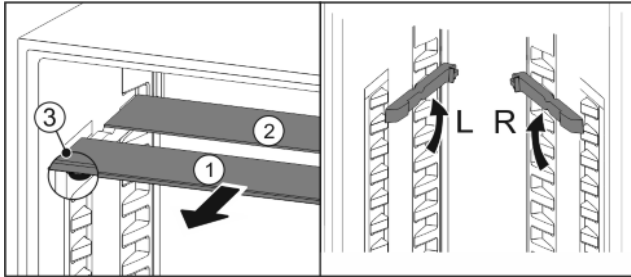

Fig. 20
- ▶ Retire las planchas de cristal individualmente hacia delante Fig. 20 (1).
- ▷ La plancha de cristal Fig. 20 (1) con los topes de extracción se encuentra en la parte delantera.
- ▷ Los topes quedan orientados hacia abajo Fig. 20 (3).